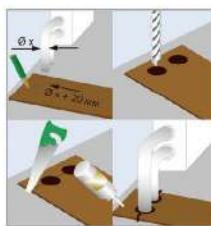

Рисунок 17
- Приведенная на рис. 17 схема позволяет наглядно представить, каким образом, можно решить проблему обхода труб отопительной системы.